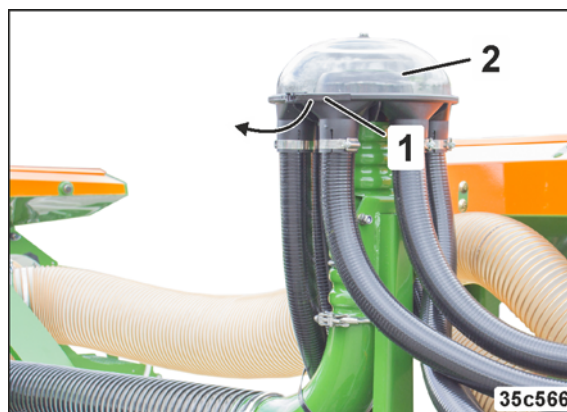

Рис. 287
3. Открутите зажимное кольцо (Рис. 287/1) и снимите с распределительной головки прозрачную пластиковую крышку (Рис. 287/2).